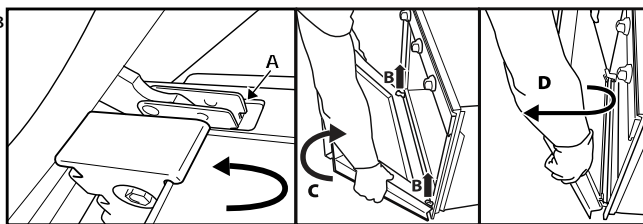

Рис. 2
3. Закройте дверцу до упора (А). Поднимите (В) и поверните ее (С) так, чтобы она вышла из креплений (D) (рис. 2).